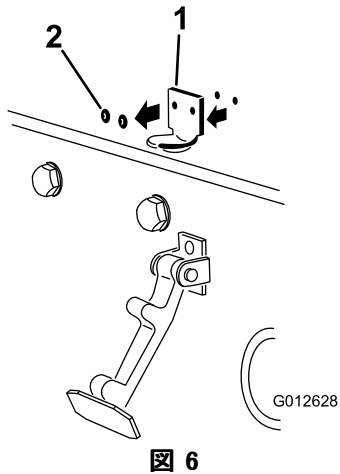

図 6
2. フードラッチブラケットをフードに固定しているリベット(2本)を外す(図6)。フードからフードラッチブラケットを取り外す。